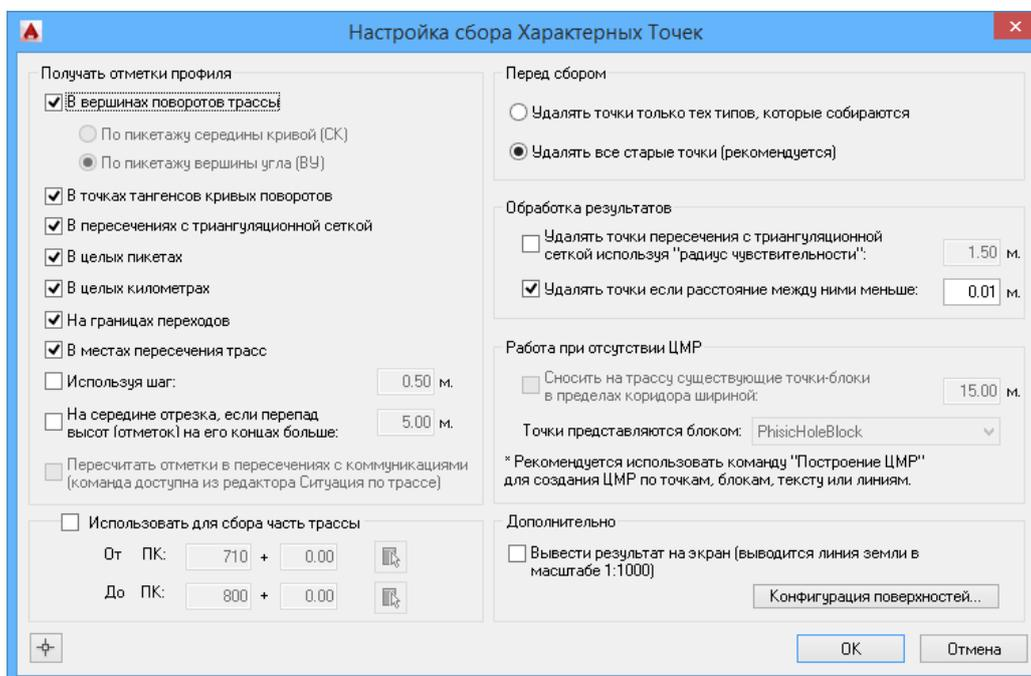

Рис. 64 Сбор характерных точек профиля
2. В диалоговом окне *Настройка сбора профиля* (см. рис. 64) задать нужные параметры:
Перед первым сбором ХТ необходимо выполнить настройку поверхностей, нажав кнопку *Конфигурация поверхностей* в диалоговом окне *Настройка сбора Характерных Точек* (см. рис. 64) или воспользоваться командой *Конфигурация ЦМР* см.рис. 65.